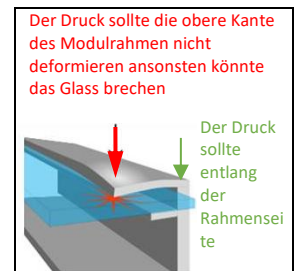

Abbildung 1a: Druck auf die Klemmenstellen
- 2) **Klemmen oder Clips:** Befestigen Sie das Modul mit den gegenüberliegenden Clips an der längeren und/oder kürzeren Seite des Modulrahmens. Die erlaubte Position der Klemmen entnehmen Sie bitte aus dem Anhang. Achten Sie darauf, dass die Clips oder Klemmen ausreichend belastbar sind, um die maximale Festigkeitsauslegung für das Modul zu erzielen. Clips und Klemmen werden nicht von TCL bereitgestellt. Die Klemmen müssen die Kraft gleichmäßig und parallel mit der "Rückwand" des Modulrahmens und nicht nur auf den oberen Flansch ausüben. Sie dürfen keine übermäßige Kraft auf den Rahmen ausüben, den oberen Flansch verziehen oder das Glas berühren - diese Praktiken führen zum Erlöschen der Modulgarantie und können zum Rahmen- und Glasbruch führen. Die Abbildung 1a zeigt im Detail ein mögliches Schadensbild auf. Vermeiden Sie in den ersten 50 mm von der Modulecke zu klemmen, um die Risiken von Deformation und Glasbruch zu verhindern. Der Druck beim Klemmen sollte nicht über 15 Nm sein, damit die Verformungen vermieden werden. Es muss ein kalibrierter Drehmomentschlüssel verwendet werden. Bitte überprüfen Sie die Klemmenanleitung. Bitte wenden Sie sich an TCL, um die Genehmigung von nicht Standardklemmdruck oder von höheren Drehmomentwerte zu verwenden.